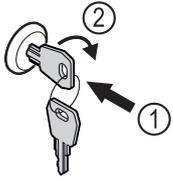

Fig. 167
- ▶ Schlüssel hineindrücken Fig. 167 (1).
- ▶ Schlüssel um 90° im Uhrzeigersinn drehen Fig. 167 (2).